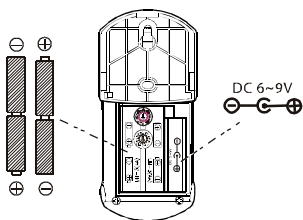

Fig. 9
2. Vier neue 1,5-V-Alkali-Batterien (AA) einsetzen und auf die richtige Polarität achten. Abb. 9